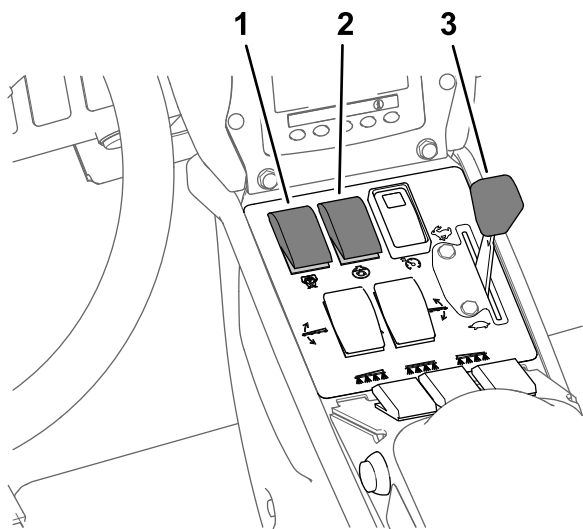

Figure 37
8. Réglez la commande d'agitation et la commande de la pompe de pulvérisation en position ACTIVÉE (Figure 37).
Remarque: Cette procédure suppose que la pompe de pulvérisation est en marche ; voir Pulvérisation en mode débit d'application (page 37) sous Figure 37.
9. Placez la commande d'accélérateur en position HAUT RÉGIME (Figure 37).
4. Réglez la commande d'accélérateur pour obtenir le régime moteur voulu pour pulvériser ; voir Figure 37 sous Pulvérisation en mode débit d'application (page 37).